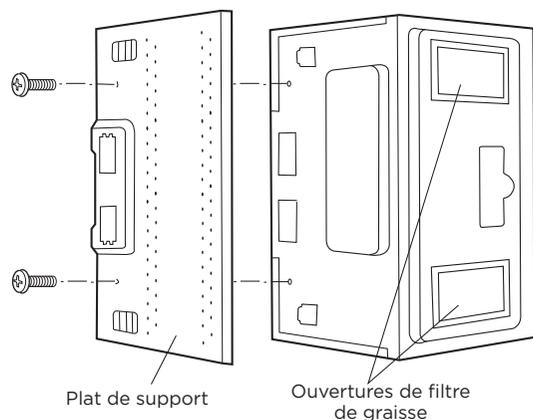

Figure 6
3. Posez le four à micro-ondes sur le côté, comme illustré à la figure 6.